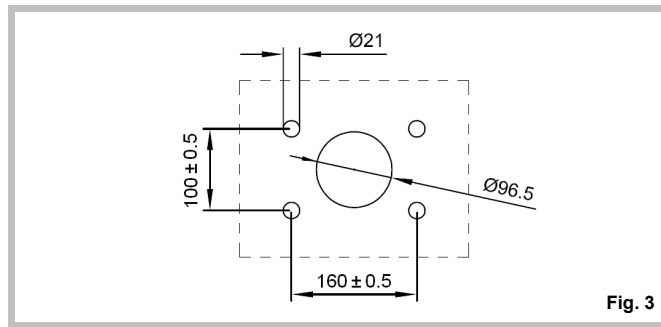

Fig. 3
- ▶ Solte o contra-pino item (24), solte a porca item (20), bem como o prato externo item (23), o coxim de borracha item (12), e o prato intermediário item (19);
- ▶ Insira o garfo do engate automático parcialmente desmontado pela furação da travessa e remonte o prato intermediário item (19), o coxim de borracha item (12) e o prato externo item (23). Certifique-se de que os pinos dos pratos intermediários estejam corretamente encaixados nos furos da travessa, conforme modelo de furação (Fig. 3);
- ▶ Para as travessas do chassi com espessura menor que 22.4mm, monte as arruelas calços EA00159J01 conforme quantidades informadas na tabela ao lado. Monte a porca item (20) e aperte até que seja possível realizar a montagem do contra-pino item (24).